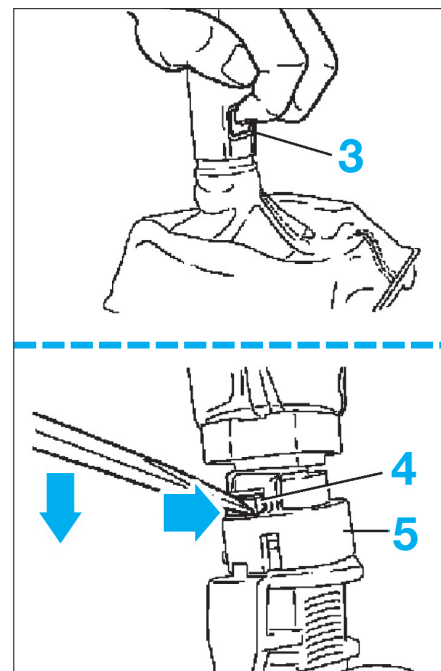

FIG. 13
- Appuyer sur le bouton de verrouillage (3) de marche arrière du levier de vitesses (fig. 13).
- En même temps, appuyer avec précaution sur les clips (4) de la bague de passage (5) à l'aide d'un tournevis (fig. 13).